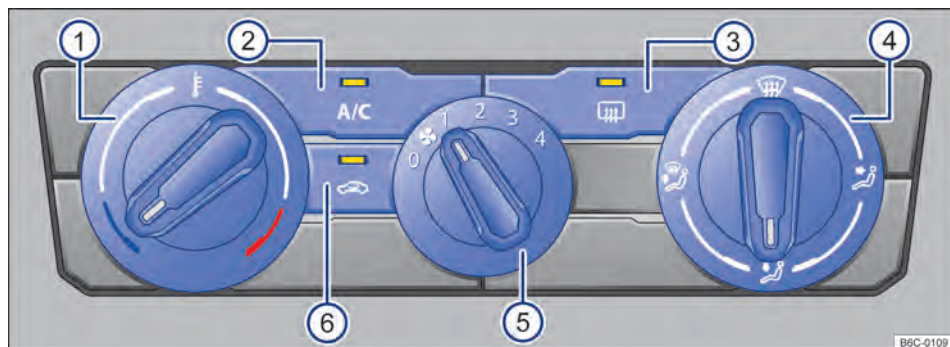

Fig. 84 Mandos del aire acondicionado.
- **Aire acondicionado:** girar el regulador del ventilador al nivel 0 → fig. 84 (5).
- **Aire acondicionado:** presionar la tecla **A/C** → fig. 84 (2) para conectar y desconectar el funcionamiento de la refrigeración.
- *Aire acondicionado*: girar el regulador rotativo izquierdo → fig. 84 ①.
- *Aire acondicionado*: girar el regulador del ventilador → fig. 84 ⑤.
- *Aire acondicionado*: presionar la tecla  → fig. 84 ⑥.
- *Aire acondicionado*: girar el regulador de la derecha → fig. 84 ④ a la posición deseada.
- *Aire acondicionado*: girar el regulador derecho a la ubicación  → fig. 84 ④.
- *Aire acondicionado*: presionar la tecla  → fig. 84 ③.